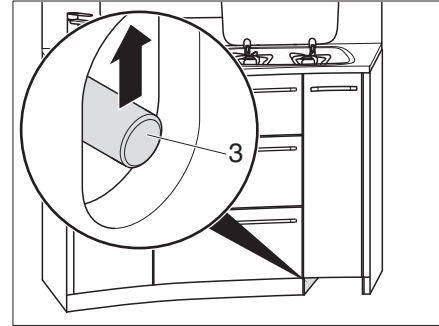

Fig. 127 Desbloquear los cajones de la cocina
- Empujar hacia arriba la barra de empuje (Fig. 127,3).